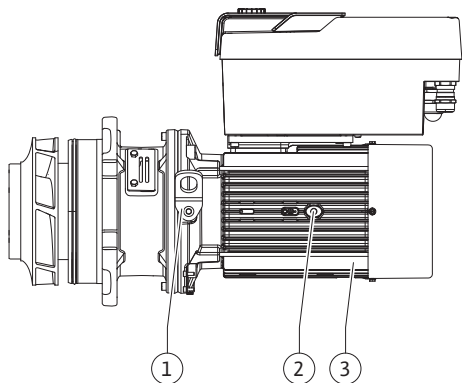

Fig. 112: Kit embrochable
13. Insérer le kit embrochable (voir Fig. 112) dans le corps de pompe, dans l'ancienne position ou à un angle différent. Respecter les positions de montage admissibles des composants (voir le chapitre « Positions de montage autorisées et modification de la disposition des composants avant l'installation » [► 27]).
14. L'utilisation de goujons de montage est recommandée (voir le chapitre « Accessoires » [► 23]). Lorsque le guidage de la lanterne est sensiblement engagé (environ 15 mm avant la position finale), il n'y a plus de risque de basculement ou de coincement. Dès que le kit embrochable est sécurisé par au moins une vis (Fig. I/III, pos. 10 ou Fig. III/IV, pos. 29), les éléments de fixation peuvent être retirés des œillets de transport.
15. Visser les vis (Fig. I/III, pos. 10 ou Fig. III/IV, pos. 29) sans toutefois les serrer entièrement. Le kit embrochable s'insère dans le corps de pompe à mesure que les vis sont serrées.